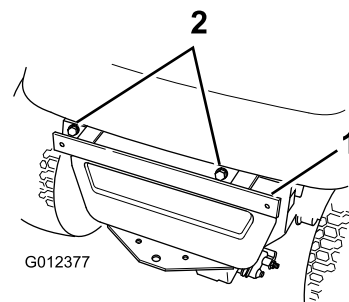

Figure 3
2. Montez le support extérieur sur l'arrière du tracteur avec 2 boulons (5/16 x 1") et 2 contre-écrous (5/8") (Figure 3).